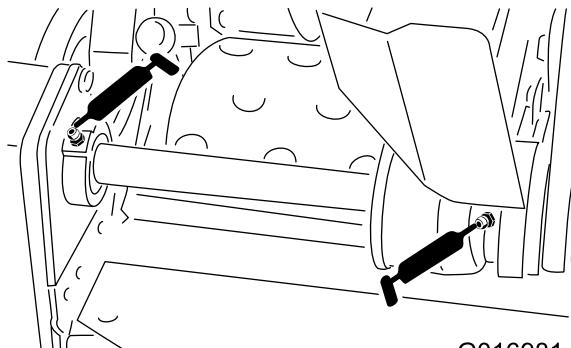

Bild 24
- 2 an den Spindelzwischenwellenlagern (Bild 24)